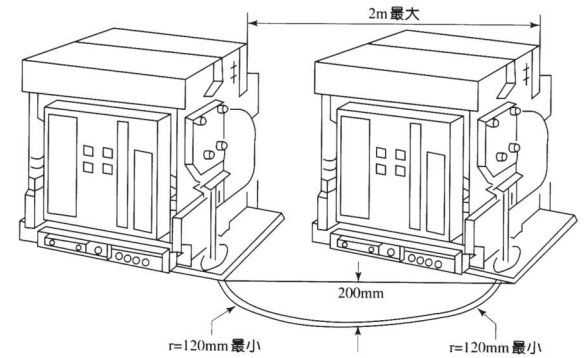

图21
钢缆绳实现联锁见图21，当其中一台断路器处于合闸状态时，则另一台就无法合闸，联锁机构由用户安装。
7.9 安全间距（最小距离）见图21及表13。